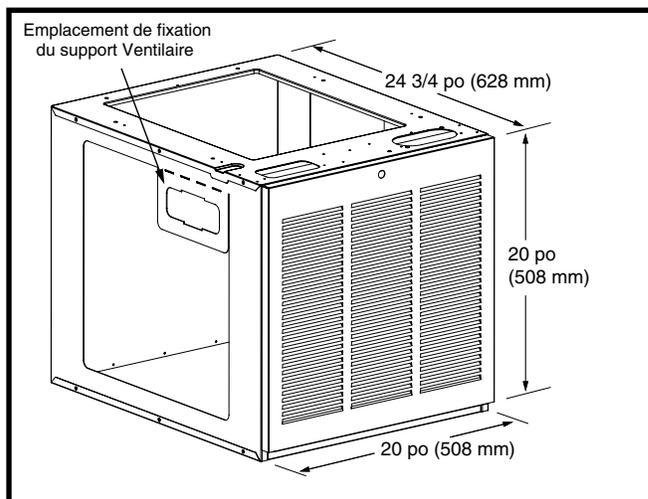

Figure 4. Support ascendant en option
- Le support (Figure 4) utilise les filtres fournis avec l'appareil. Retirez tous les filtres de la fournaise suivez la procédure d'installation appropriée. Consultez les directives fournies avec le support ascendant pour obtenir des renseignements supplémentaires.